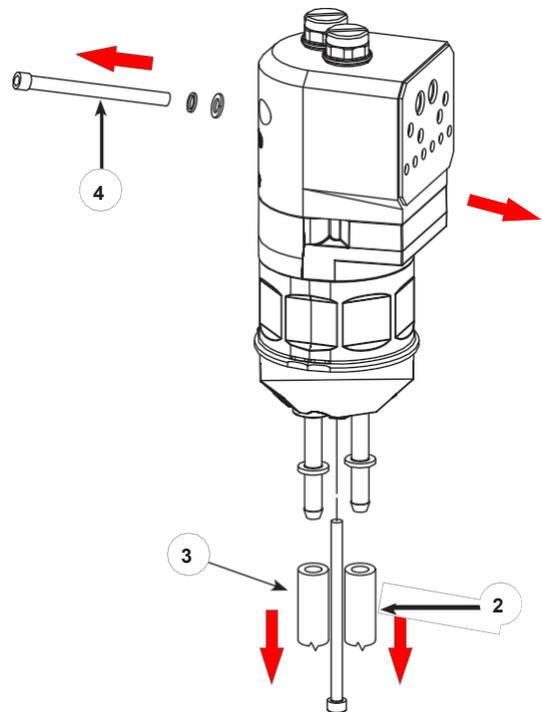
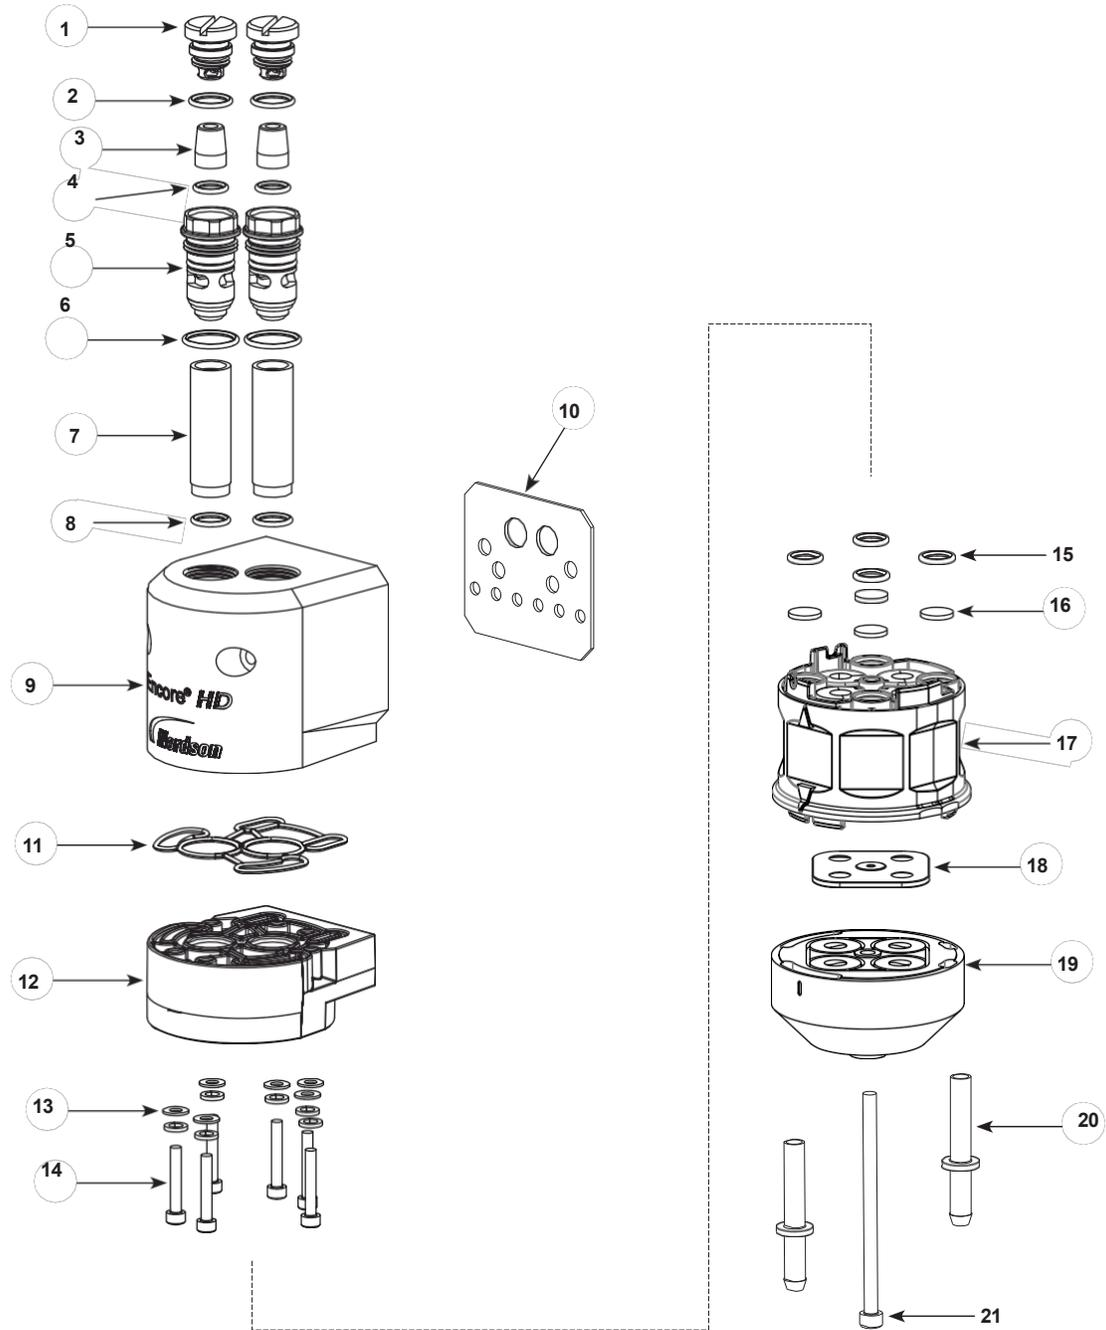

図 20 標準 ポンプの分解準備
図 21 ポンプ分解 (Encore HD を図示)
注: ポンプを分解するときは、必ず Y ブロックガスケット (図 20 の項目 19) を交換する必要があります。
2. 図 20 を参照してください。ポンプの底からインレット (2) とアウトレットパウダーチューブ (3) を外します。
3. ポンプをポンプパネル (4) に固定しているキャビネット取り付け金具を取り外して、ポンプを清潔な作業面に移動します。
4. 図 21 を参照してください。流動管から始めて、図のようにポンプを分解します。接着されているガスケットは、損傷していない限り取り外す必要はありません。交換が必要な場合は、修理セクションのポンプガスケットの交換を参照してください。